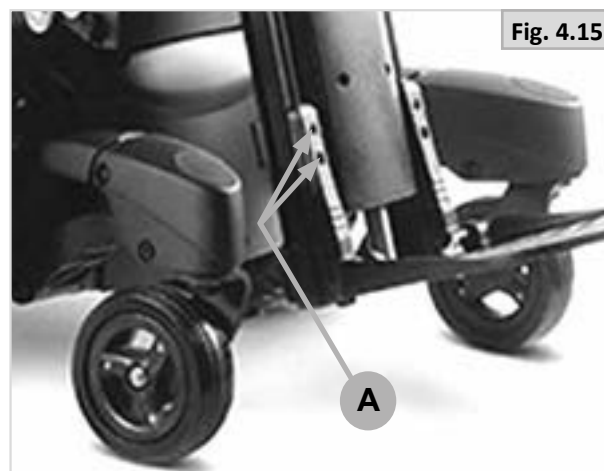

Fig. 4.15
- Skru opp de to boltene med en 5 mm unbrakonøkkel (A-Fig. 4.15).